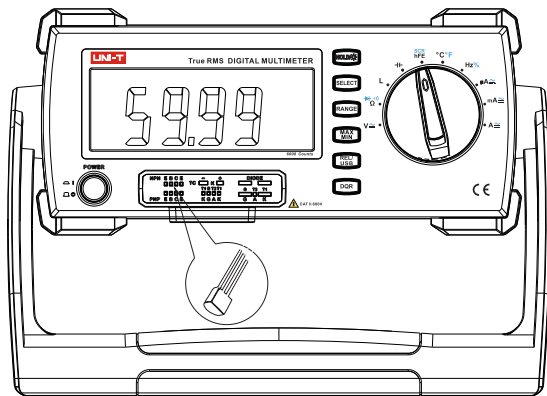

图6
- 将旋钮开关置于 **hFE** 档位。按下 **SELECT** 键切换到晶闸管测量功能。（如图6）